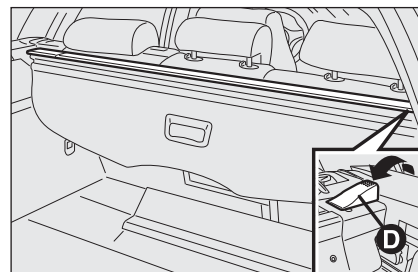

fig. 22
ATTENTION Pour enlever le rideau l'enrouler et vérifier que le filet de séparation de l'habitacle (pour versions/marchés, où il est prévu) soit enroulé (voir paragraphe suivant), puis soulever vers le haut le levier **D-fig. 22**. Soulever et défiler le rideau du coffre à bagages.
- en gardant le levier **D-fig. 22** soulevé, insérer le rideau dans le logement prévu à cet effet sur le côté droit;